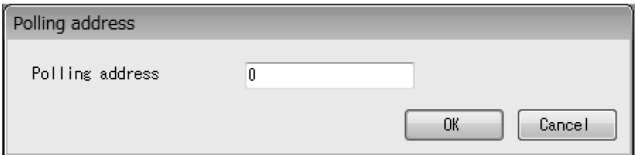

図98
- ⑤ 「OK」ボタンをクリックした後、項目入力のウィンドウに戻りますので「Cancel」ボタンをクリックして、項目入力のウィンドウを閉じて下さい。
- 設定を止める場合は②～③の間で「Cancel」ボタンをクリックして下さい。
- ① メニューの「Setup(S)」をクリックし、「Polling address」を選び再度クリックすると、次のウィンドウ(図98)が表示されます。